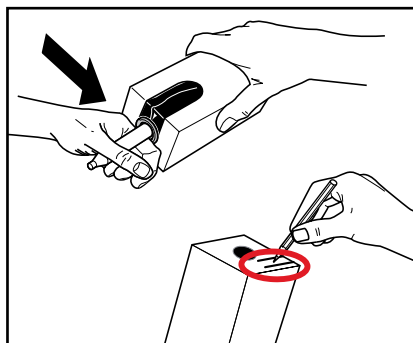

Fig. 19
4. Rimuovere l'involucro di plastica e scrivere la data di consumo sulla confezione del prodotto. (Fig. 19)
5. Seguire le istruzioni riportate sulla confezione del prodotto, per aprire il dosatore. (Fig. 19)